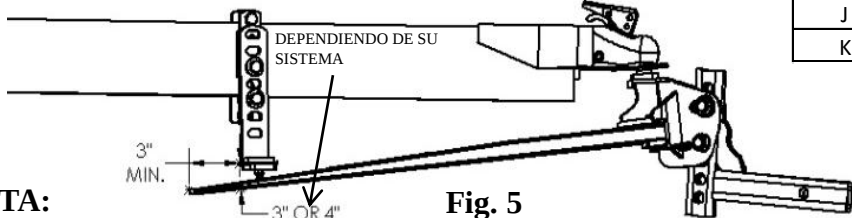

Fig. 5
- Durante el ajuste del montaje de la esfera, puede ser necesario levantar o bajar el soporte en L (L) para obtener la carga apropiada de la barra de resorte si no hay suficiente ajuste para el ángulo de la cabeza. Si no hay suficientes arandelas para obtener la dimensión que se muestra en la Fig. 5, mueva el soporte en L (L) 1 set de orificios hacia arriba.
- Si usted tiene un bastidor de 6" de alto con un acoplador instalado en la base (acoplador invertido) podría ser necesario instalar soportes (V) y (W) de manera invertida para que el soporte en L (L) quede tan bajo como sea necesario. Esto bajará el soporte en L 1.75". De lo contrario podría haber demasiada presión en la barra de resorte.